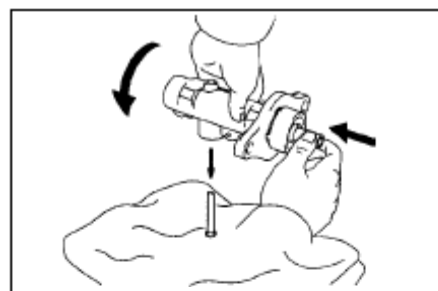

Рис. 260
- (4) Толкните поршень рукой, и поверните корпус цилиндра, чтобы вынуть шпильку (для машин с системой ABS)(рис. 260)